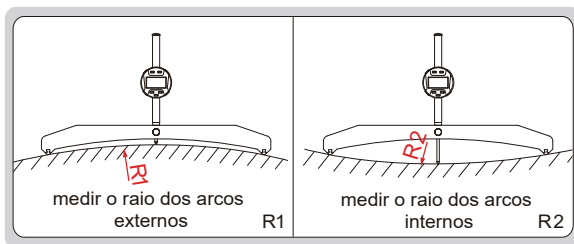
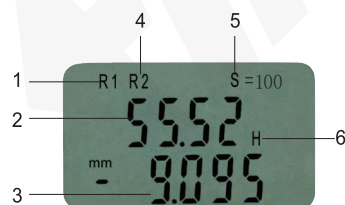

fig.1
fig.2
1. Meça o raio dos arcos internos ou externos (fig. 1); o visor apresenta os resultados conforme a fig. 2.